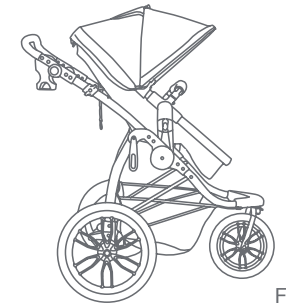

Fig. 18a
- 18)** • Siège doit être en avant et en position verticale (Fig. 18a).